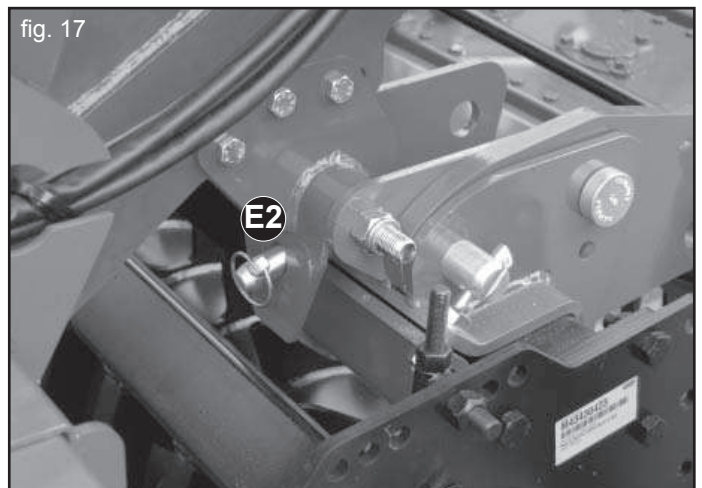

fig. 17
- 4) Die Sperrbolzen mit den geeigneten Schnapperstiften wieder anklinken (E2, Abb. 17).